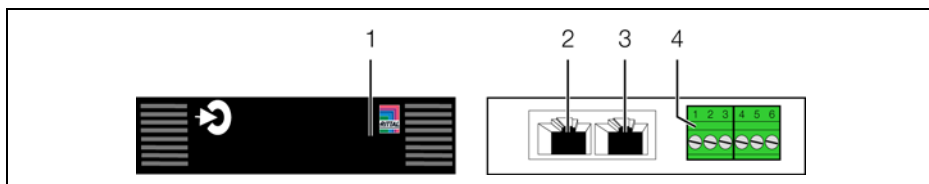

Рис. 3: Элементы индикации, штекеры и разъемы
Элементы управления и индикации показаны на рис. 3.
Обозначения на рис. 3
- Обратите внимание на расположение контактов универсального датчика (рис. 3, поз. 4):
- Соедините универсальный датчик кабелем CAN-Bus с CMC III PU или соседними элементами в шине CAN-Bus (рис. 3, поз. 3, 4).